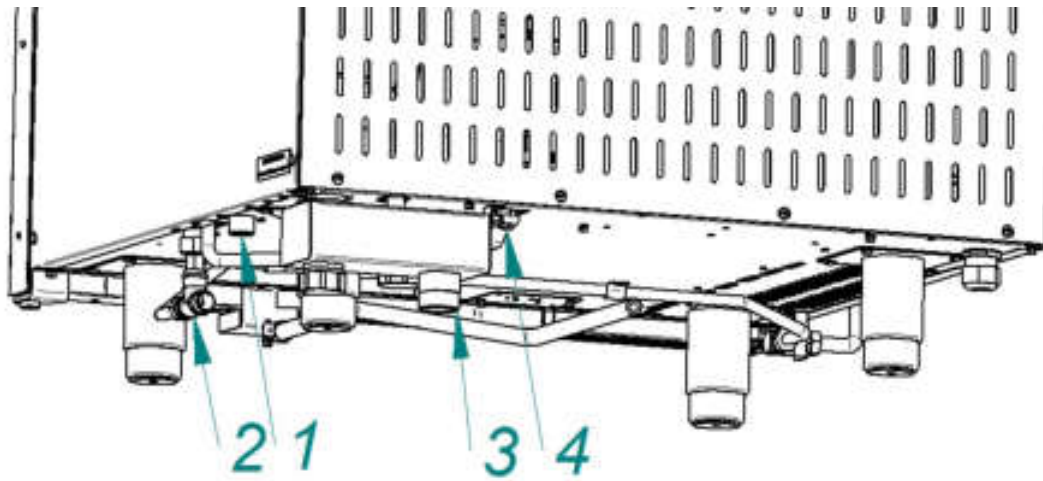

Рис. 4. Подключение к системе водоснабжения
• G3/4 (см. рис.4 поз.1 (наружная резьба)) – парогенератор. Подключать через водоумягчительную установку (водородно-ионного обмена). Рекомендуется использовать фильтр BRITA PURITY C300 Quell ST.
• G1/2" (см. рис.4 поз.2 (наружная резьба)) – душевое устройство и охлаждение коллектора. Допускается подключать к неподготовленной воде.
- установить кран слива бойлера (см. рис.4 поз.4) в положение «Закрывается»;
- используя шланг из комплекта поставки, подключить пароконвектомат к системе канализации (см. рис. 15). Шланг подключить через штуцер с резьбой G1¼" (рис.4 поз.3). Подключение к канализации выполнить с разрывом струи не менее 20мм от верха приемной воронки (СНиП 2.04.01-85 п. 17.11).